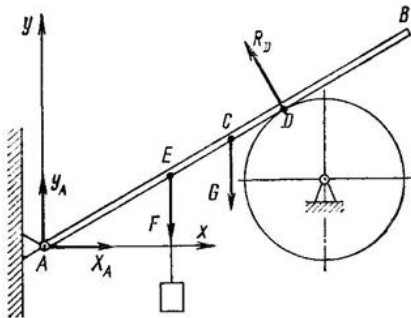

Рисунок 11
2. Однородный брус АВ (рис. 11) весом  $G = 250$  Н прикреплен к стене при помощи шарнира А и в точке D опирается на гладкий цилиндр. В точке E к брусу подвешен груз  $P = 800$  Н. Определить реакцию цилиндра и шарнира, если  $AE = 1,2$  м;  $AC = BC = 1,5$  м;  $AD = 1,7$  м и  $\angle BAx = a = 40^\circ$ .